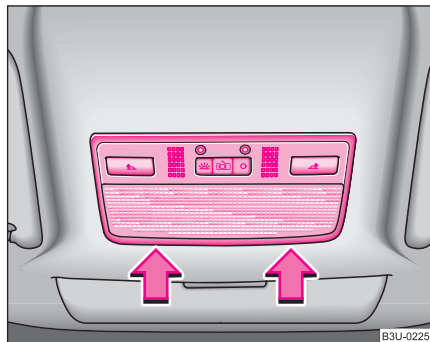

Fig. 202 Lampa interioară din față la autovehiculele fără trapă/plafon glisant
- Introduceți o șurubelniță mică în fanta de lângă lampă ⇒ pagina 262, fig. 202.